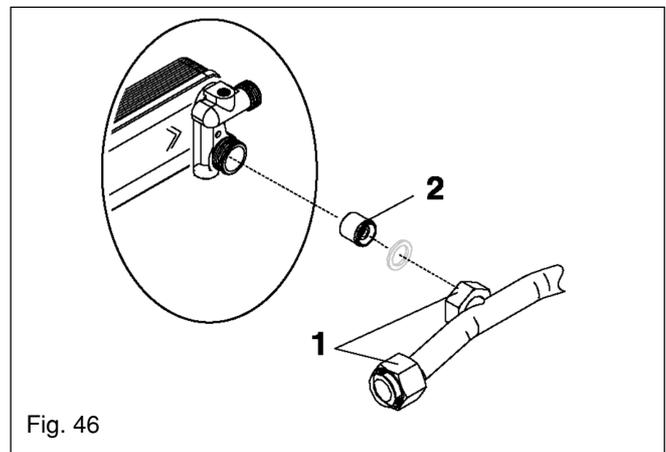

Fig. 46
6.26 DHW NON-RETURN VALVE (see fig. 46)